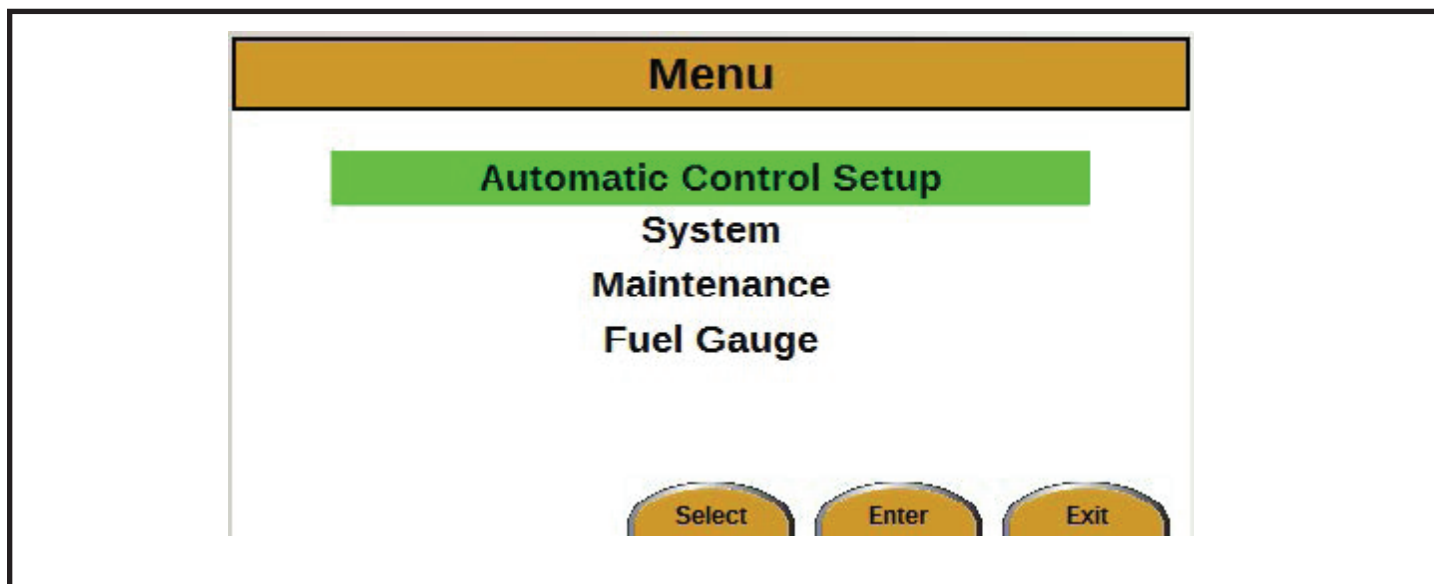

Figure 4
1. Sur l'écran Fuel Hours (Temps de consommation de carburant), appuyer sur le bouton Menu. L'écran Menu apparaîtra (voir Figure 4).